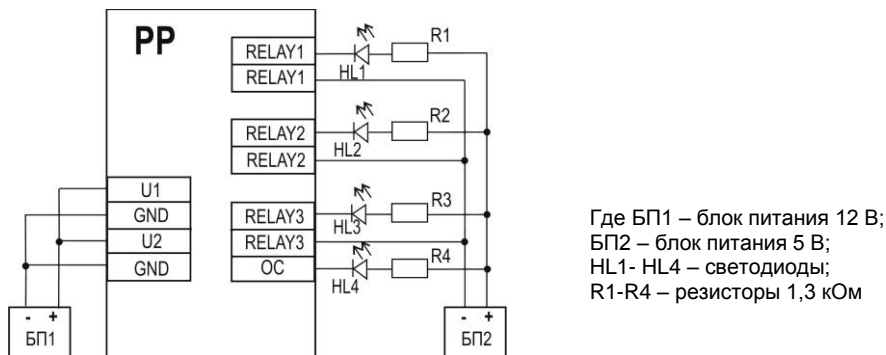

Рисунок 3
- 1) Подключить РР согласно схеме проверки (рисунок 3).
- 6) Проверить работу реле и выхода ОС в соответствии с установленными режимами работы по индикации подключенных светодиодов (рисунок 3).